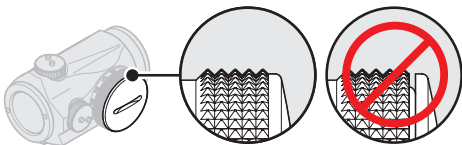

Рисунок 5. Батарейный отсек и крышка батареи
Очистите поверхности контактов в батарейном отсеке и убедитесь, что батарея (7) исправна и установлена правильно, как описано в разделе 2.1.1. Убедитесь в **отсутствии** зазора между крышкой (6) и батарейным отсеком. См. рисунок 5. Если неисправен поворотный переключатель (8), обратитесь к поставщику или оружейному мастеру.